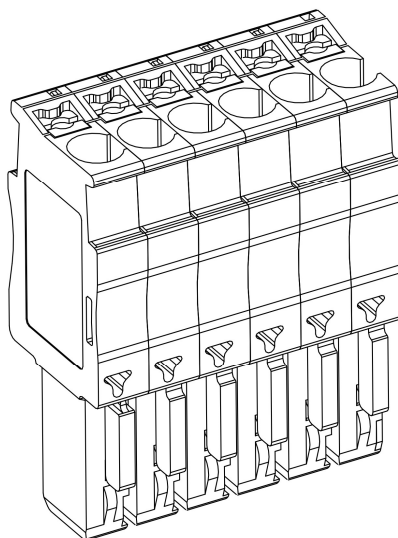

Рисунок 21 – блок штекеров ВШ-Н из 6 полюсов
- Чтобы увеличить количество полюсов в блоке, дополнительно подсоединяйте штекеры в исполнении «центральный» (рис. 21).